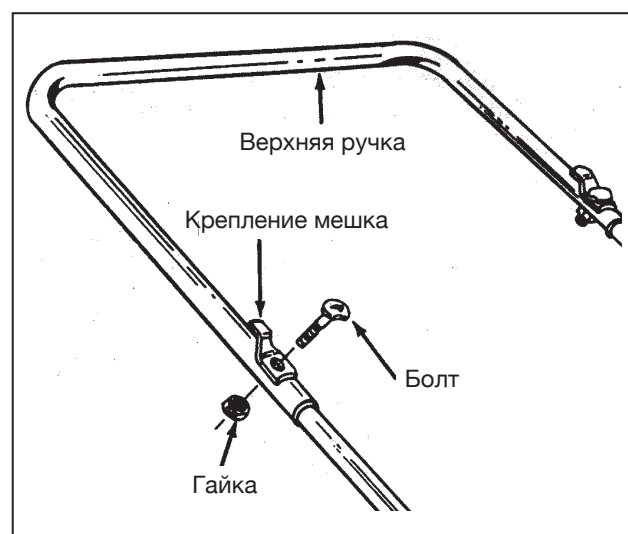

Рис. 2
2. К нижним ручкам прикрепите верхнюю (рис. 2). Центруйте отверстия ручек и креплений мешка, как показано на рисунке, и закрепите болтами и гайками.